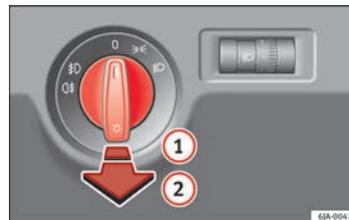

Fig. 56 Quadro strumenti: interruttore delle luci ▶
- Ruotare l'interruttore delle luci ⇒ fig. 56 portandolo in posizione ☞ o ☞D.
- Quindi, tirare l'interruttore e portarlo nella posizione ①.
- Ruotare l'interruttore delle luci ⇒ fig. 56 ⇒ pagina 98 portandolo in posizione ☞ o ☞D.
- Quindi, tirare l'interruttore e portarlo nella posizione ②.